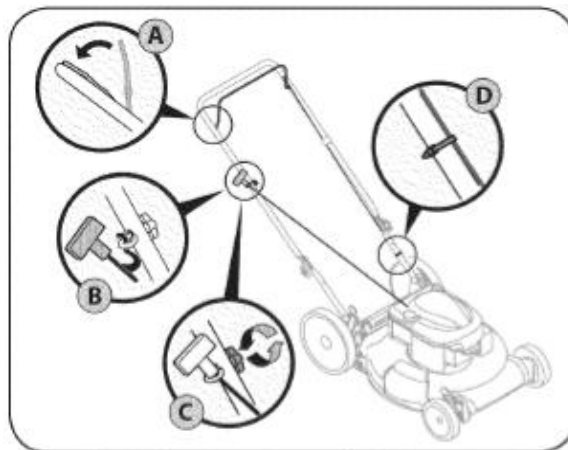

РИС. 6
4. Направляющая шнура ручного стартера крепится на правой стороне рукоятки. Ослабьте барашковую гайку, используемую для фиксации направляющей (см. Рис. 6).
- В. Плавно потяните рукоятку шнура стартера от двигателя и вставьте шнур в направляющую (см. Рис. 6).